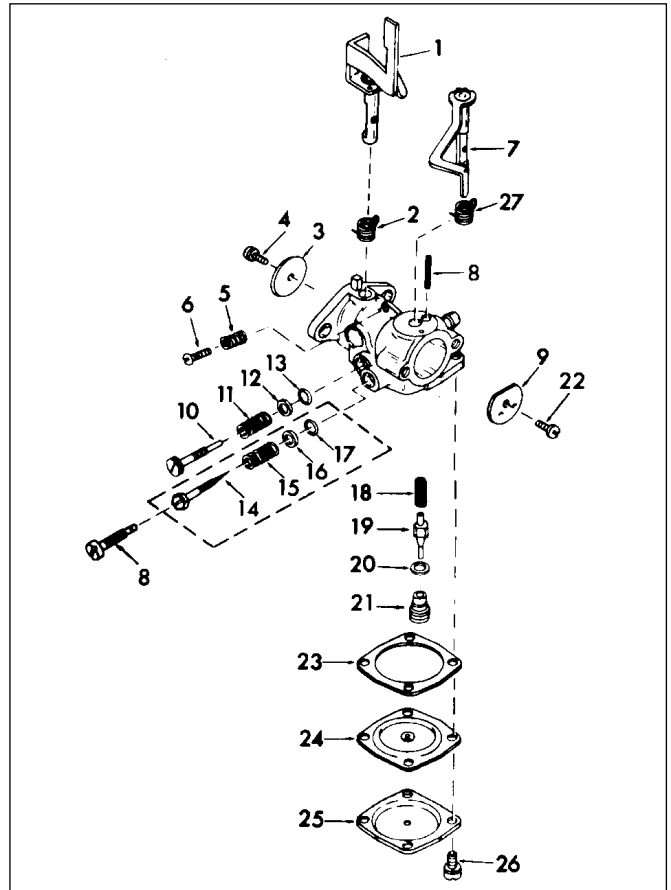
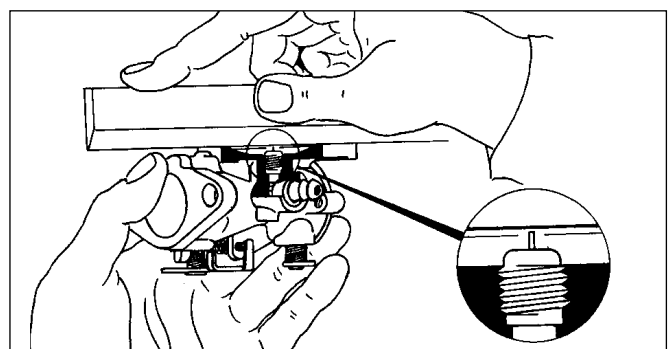

Abb. 5
Abb. 7
Gehen Sie folgendermaßen vor, um den Vergaser zu reinigen (Abb. 5):
- Bauen Sie den Vergaser gemäß Abb. 5 wieder zusammen und stellen Sie sicher, daß das Ventil (21) und die Nadel (19) keine Beschädigungen oder Verformungen aufweisen. Die Nadel (19) sollte soweit hervorstehen, daß Vergaserstirnfläche und Nadelspitze auf gleicher Linie liegen (Abb. 7). Eine tiefliegende Nadel ist ein Anzeichen dafür, daß vergessen wurde, die Dichtung (20) einzubauen oder daß die Vergasernadel abgenutzt ist. Eine zu weit hervorstehende Nadel zeigt an, daß möglicherweise zwei Dichtungen eingebaut wurden.